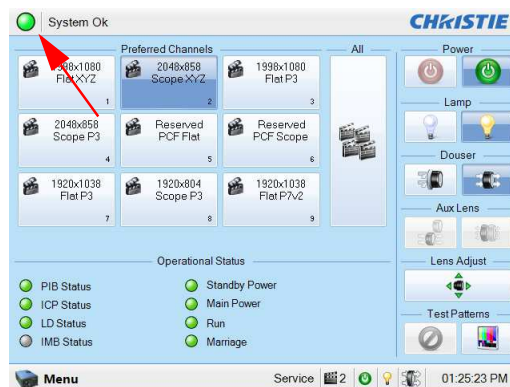

Рис. 5-3 Индикатор сенсорной панели управления
2. Проверьте наличие блокировок. В **главном** окне ТРС щелкните на индикаторе в верхнем левом углу для перехода в окно **Состояние**. (Рис. 5-3). Кроме того, можно нажать кнопку **Меню** и выбрать значение **Состояние**. В окне **Состояние** выберите **Блокировки**. Если будет показано сообщение об ошибке, для включения лампы необходимо устранить причину блокировки.